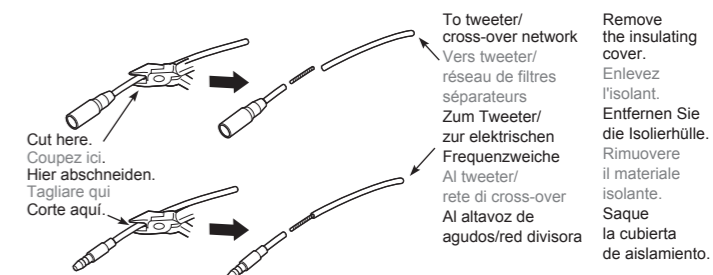

Figure 6 / Figure 6 / Abbildung 6 / figura 6 / Figura 6
- Cut the tweeter lead wire and the bullet terminal of the tweeter lead wire coming from the cross-over network, and then remove the insulating cover. (Figure 6)
- Coupez le cordon du tweeter et la cosse cylindrique du cordon de tweeter venant du réseau de filtres séparateurs, puis enlevez l'isolant. (Figure 6)
- Schneiden Sie den Tweeter-Leitungsdraht und die Kugelbuchse des Tweeter-Leitungsdraths von der elektrischen Frequenzeiche ab, und entfernen Sie dann die Isolierhülle. (Abbildung 6)
When connecting the speaker lead wire, check the terminal indications (WOOFER and TWEETER) on the label on the bottom of the speaker and on the network terminals. Refer to Figure 6 for how to arrange the wires.
Lors du raccordement des cordons de haut-parleurs, contrôlez les indications de bornes (WOOFER et TWEETER) se trouvant sur l'étiquette située à la base du haut-parleur et sur les bornes du réseau de filtres. Pour la disposition des cordons, reportez-vous à la Figure 6.
Überprüfen Sie beim Anschließen des Lautsprecherleitungsdrahts die Klemmenanzeigen (MITTELTÖNER und TWEETER) auf dem Aufkleber, der sich auf der Bodenseite des Lautsprechers und den Netzklemmen befindet. Siehe Abbildung 6 für Hinweise, wie die Drähte anzuordnen sind.